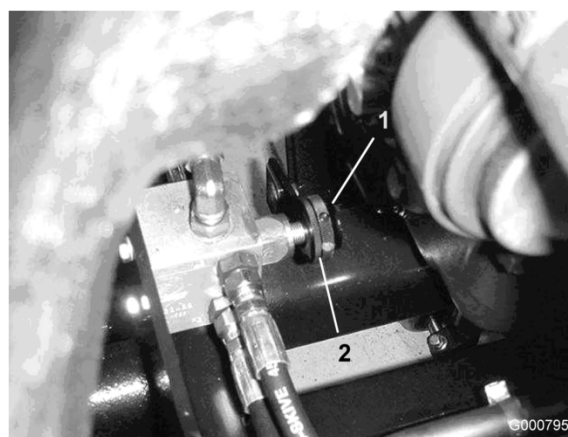

Figura 76
5. Localice la válvula de ajuste de las unidades de corte traseras, situada delante del eje trasero (Figura 76).
6. Afloje la anilla de bloqueo que sujeta el mando (Figura 76).